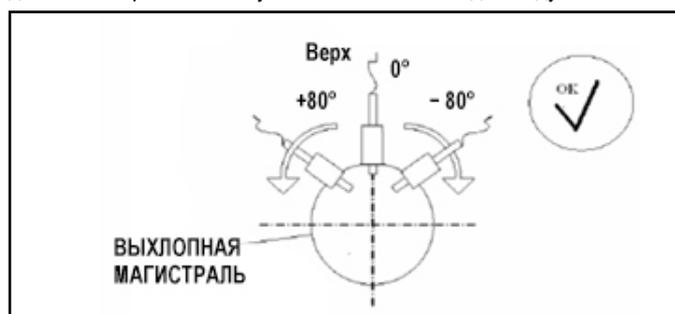

Рис. 5.113 Схема установки датчика NOx и угол его наклона
3. Установка датчика NOx производится на выход выхлопной магистрали и бак системы доочистки. Датчик должен быть установлен перпендикулярно потоку газов с допускаемым наклоном -80...80° относительно сечения магистрали. См. рис. 5.113.